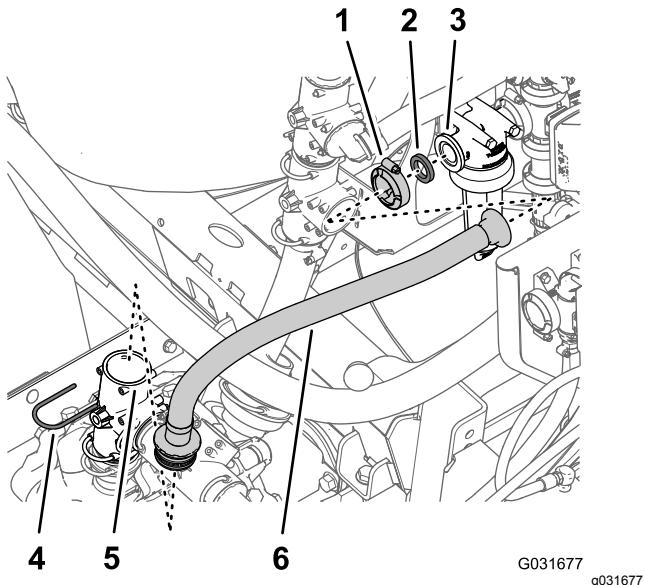

Figura 215
1. Retire la horquilla de retención que sujeta el acoplamiento dentado recto de la manguera de suministro al acoplamiento en T en la bomba del fumigador y retire el acoplamiento recto del acoplamiento en T (Figura 215).
2. Retire la abrazadera para bridas que sujetla la manguera de suministro y la junta a la brida del cabezal del filtro y retire la manguera de la máquina (Figura 215).